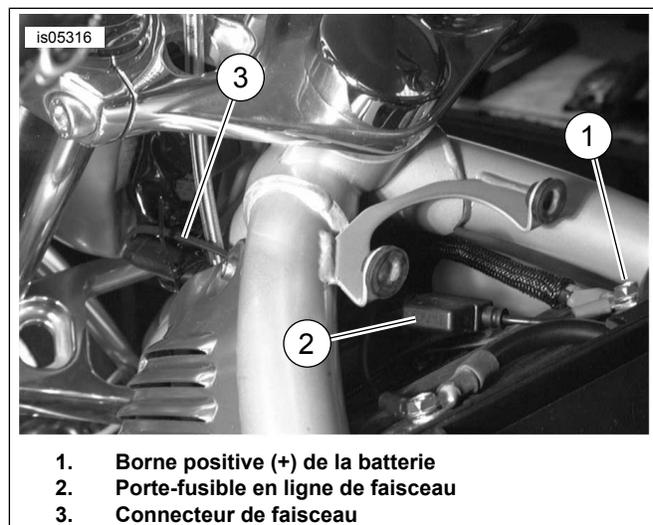

Figure 2. Acheminement du faisceau de batterie VRSC
1. Voir Figure 2. Acheminer le connecteur de faisceau de batterie (3) vers l'avant de la moto en suivant le tube de cadre supérieur gauche. Rentrer correctement le fusible en ligne (2) dans l'espace devant la batterie.